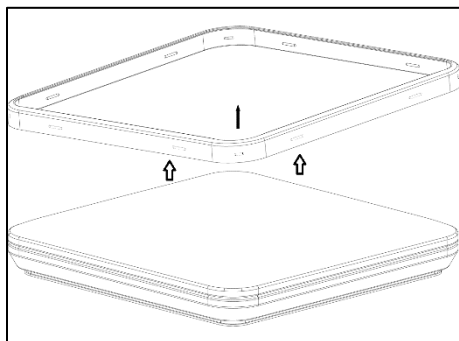

Figura 5
1. Retire la moldura decorativa blanca (3) del difusor con cuidado usando las dos manos desde una esquina en el borde inferior y levante hacia arriba para liberar todas las otras esquinas. (Ver Figura 5)